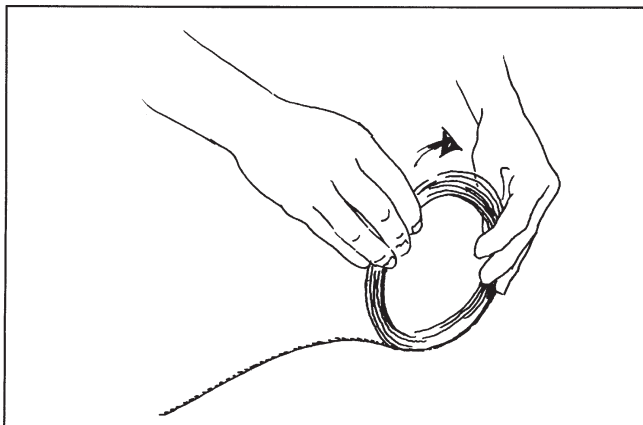

*Bild 23. Fastsättning av vajer i kolv*
3. Dra nu ena vajerändan tillbaka genom kolvens andra hål och därefter åter genom kolvens centrumhål, se bild 23.